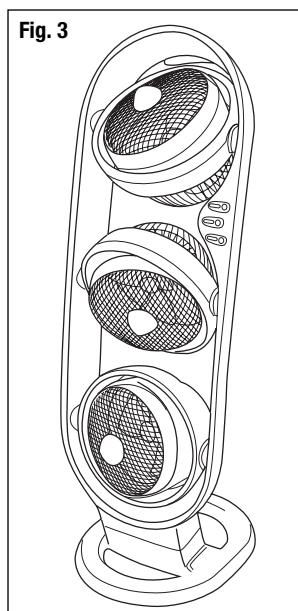

Fig. 3
- Ajuster les ventilateurs individuels partent et la droite et en haut et en bas à la direction de production désirée (Fig. 3).